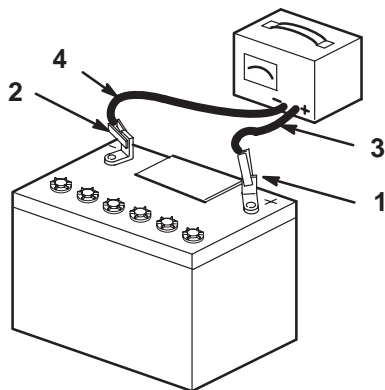

Figure 60
4. Quand la batterie est chargée au maximum, débranchez le chargeur de la prise, puis débranchez les fils du chargeur des bornes de la batterie (Fig. 60).